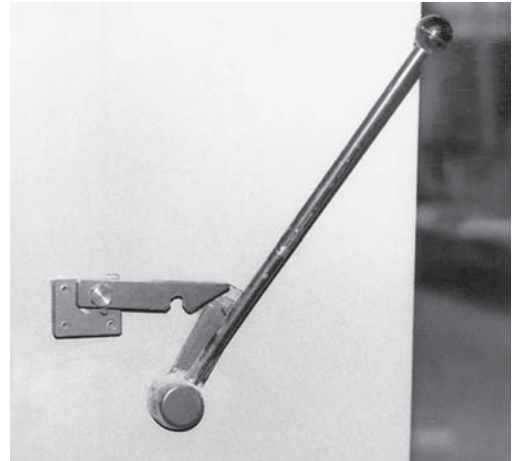

Bild 1: Die Klinke stellt sicher, dass der Schalthebel nicht unbeabsichtigt betätigt wird.
- Schalthebel mit Klinke (Bild 1)